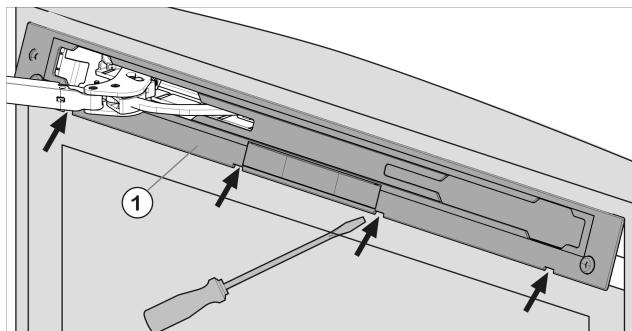

Fig. 52
- Desencaje el panel Fig. 52 (1) con el destornillador para tornillos de cabeza ranurada y retírelo.